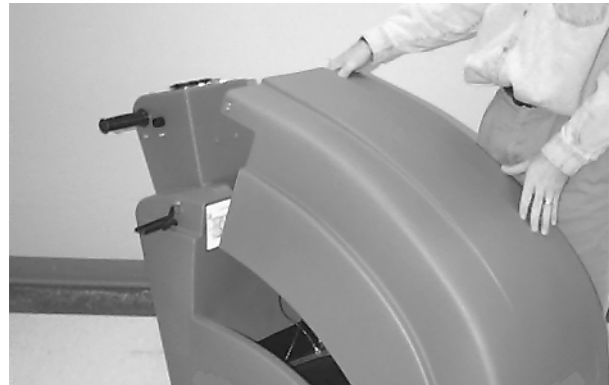

FIG. 19
3. Ouvrez les systèmes de verrouillage du couvercle du compartiment à batteries et ouvrez le compartiment à batteries. (Figure 19).